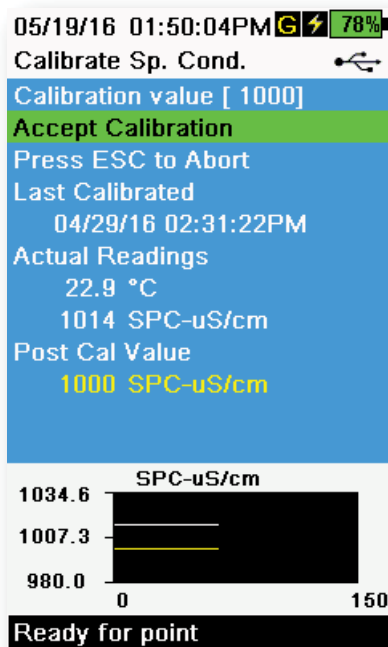

Figure 48 Étalonner la conductance spécifique
7. Observez les lectures de mesure réelles (la ligne blanche du graphique n'indique aucun changement important pendant 40 secondes), puis sélectionnez **Accepter l'étalonnage** (Figure 48). La mention « Étalonnage réussi ! » s'affiche dans la zone de messages.